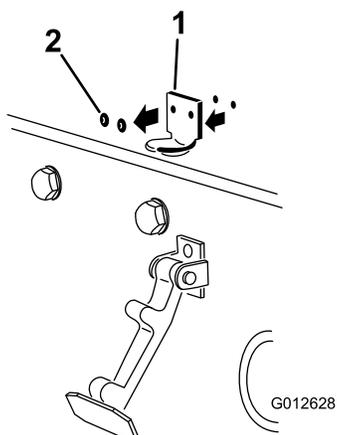

Figure 5
2. Retirez les (2) rivets qui fixent le support du verrou au capot (Figure 5). Enlevez le support du verrou du capot.